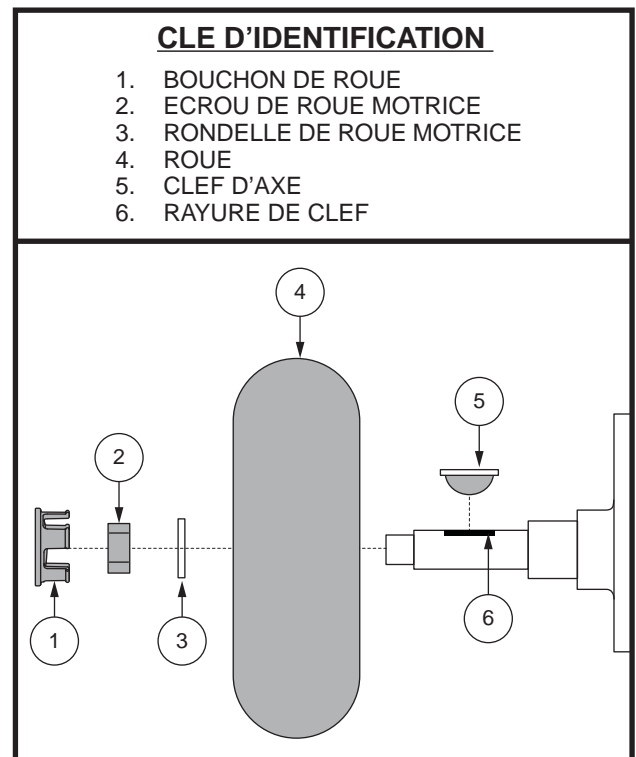

Figure 25. Enlèvement de la roue motrice
3. Enlever le bouchon de roue, l'écrou et la rondelle de roue motrice sur l'essieu. **Voir la figure 25.**
4. Retirer les écrous de la roue motrice de le moyeu. **Voir la figure 25.**
9. Glissez la nouvelle roue en place. Assurez-vous que la clef est bien ancrée dans la rayure de clef. **Voir la figure 25.**